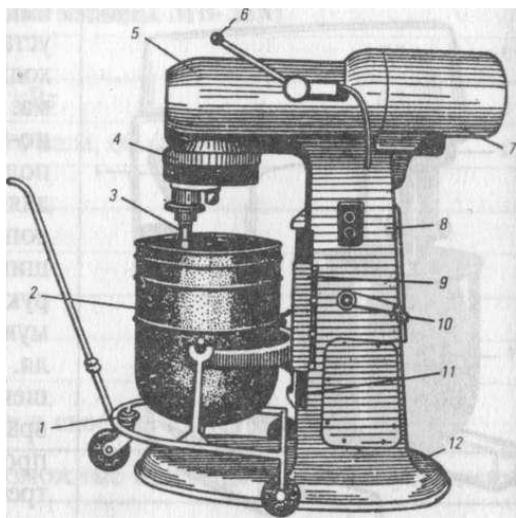

Рис. 6.10. Взбивальная машина МВ-60:
3. Взбивальная машина МВ-60 (рис. 6.10) предназначена для перемешивания и взбивания различных продуктов в крупных кондитерских цехах предприятий общественного питания.